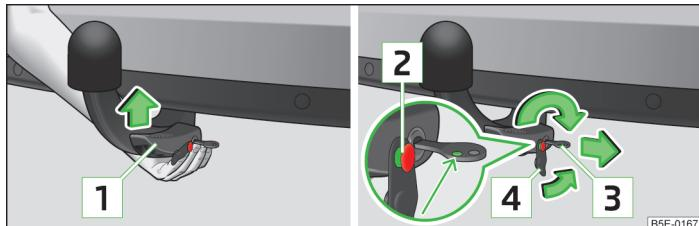

Fig. 154 Introducir la barra de cabeza esférica / bloquear el cierre y poner la tapa protectora
- Agarre la barra de cabeza esférica **desde abajo** » fig. 154 y encájela en la cavidad de alojamiento hasta que se encastre de forma audible » **!**.